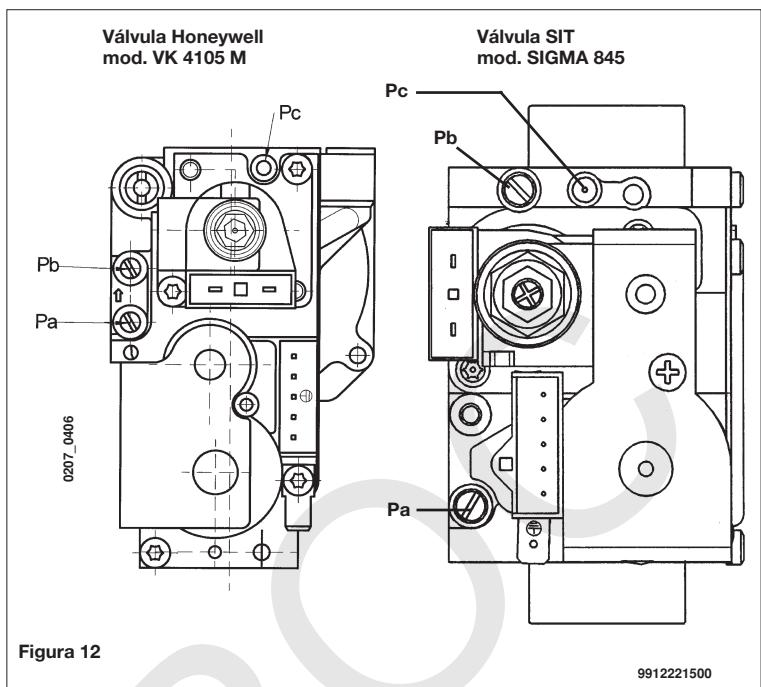

Figura 12
Las modalidades de calibrado del regulador de presión difieren ligeramente según el tipo de válvula del gas utilizada (HONEYWELL o Sit, véase figura 12).
- conectar la toma de presión positiva de un manómetro diferencial, posiblemente de agua, a la toma de presión (Pb) de la válvula del gas (figura 12). Conectar, sólo para los modelos a cámara estanca, la toma negativa del mismo manómetro a un especial "T" que consiente conectar entre ellos la toma de compensación de la caldera, la toma de compensación de la válvula del gas (Pc) y el manómetro mismo. (Se puede efectuar una medición equivalente conectando el manómetro a la toma de presión (Pb) y sin el panel frontal de la cámara estanca);
- controlar que la presión dinámica de alimentación de la caldera, medida en la toma de presión (Pa) de la válvula del gas (figura 12), sea correcta (28 mbar para el gas butano, 37 mbar para el gas propano o 20 mbar para el gas natural).